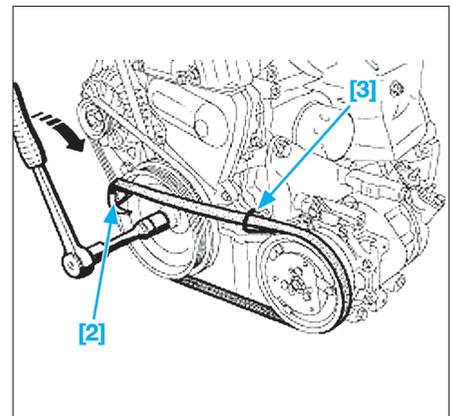

Fig. 32
- [2] et [3] Kit de remontage de la courroie du compresseur de climatisation (fourni avec la courroie) (Fig.32).
- Agraffer l'outil [2] de mise en place de la courroie sur la poulie de vilebrequin (Fig.32).